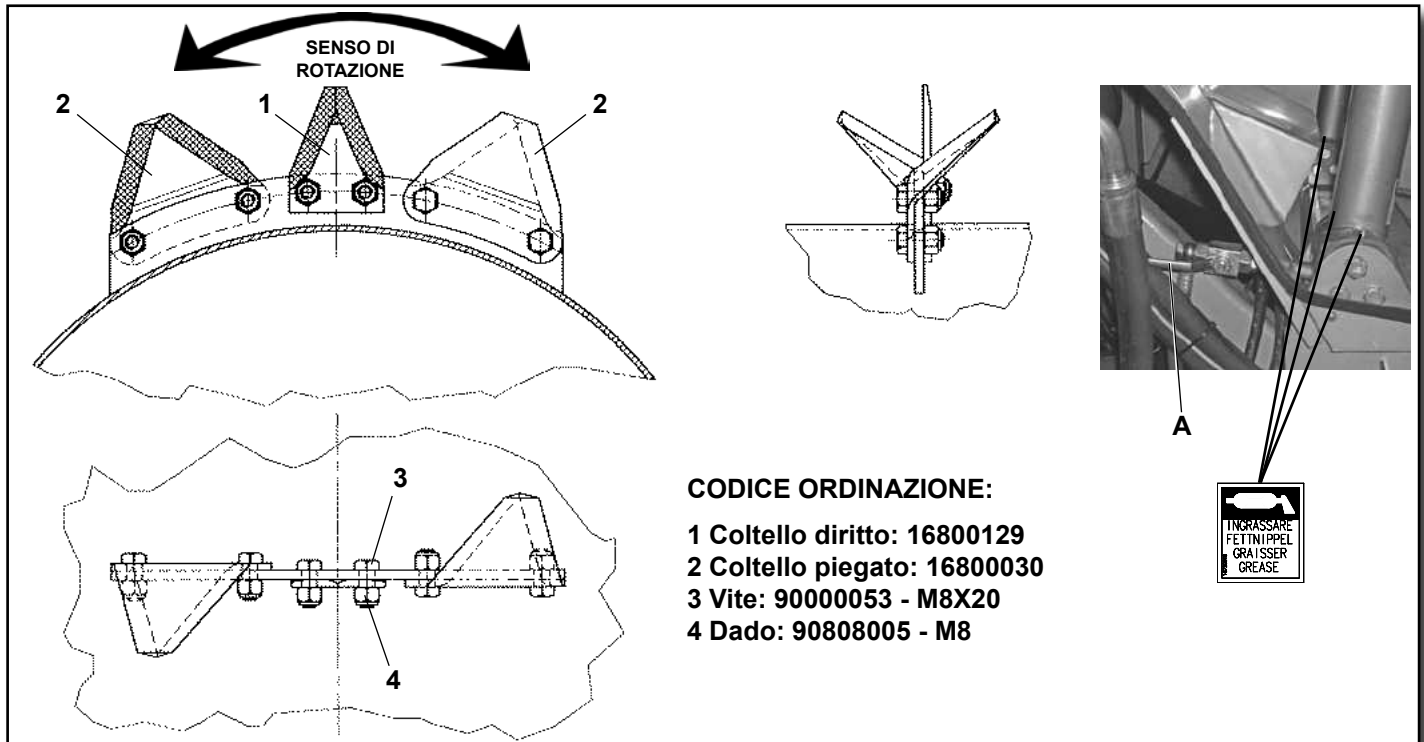

Fig.1
- 2) Chiudere il rubinetto di blocco discesa (A), montato sul cilindro destro del braccio fresa (si accede aprendo il cofano dx).
- 3) Procedere alla sostituzione dei coltelli (Fig. 1).